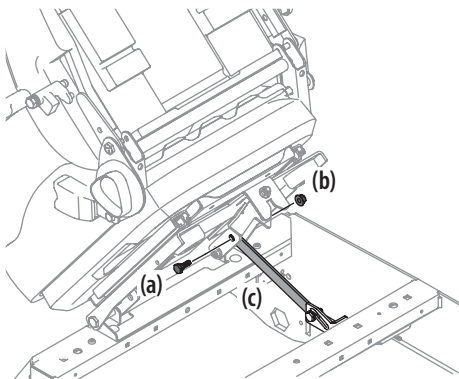

Figure 2-8
3. Retirez le boulon à épaulement (a) et l'écrou autobloquant à bride (b) du sac contenant le manuel, puis installez le support de verrouillage du siège (c). Voir Figure 2-8.